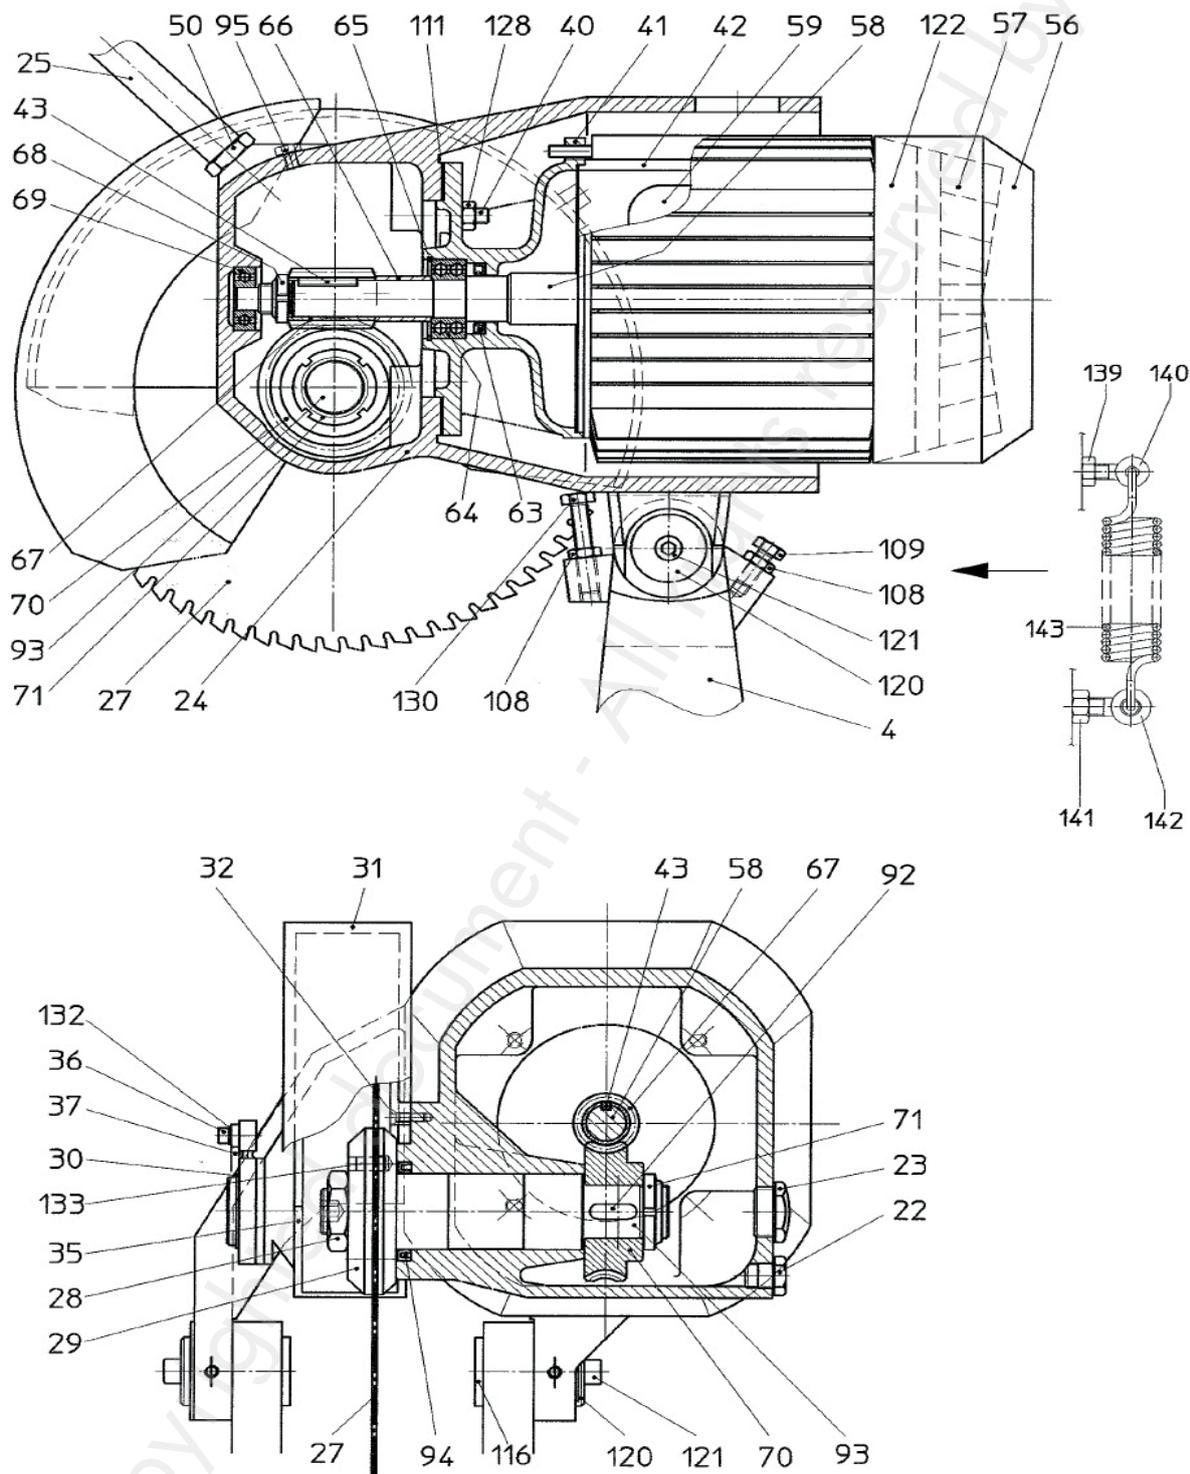

Fig. 14 Dessin des pièces détachées 3 - MKS 350 / MKS 351
1. Dévissez les bouchons (Fig. 14, 95 et 22) et laissez couler l'huile usagée dans un récipient adapté.
2. Remettez le bouchon (Fig. 14, 22).
3. Versez de l'huile de transmission (0,2 l) dans l'ouverture de remplissage et refermez le bouchon (Fig. 14, 95).